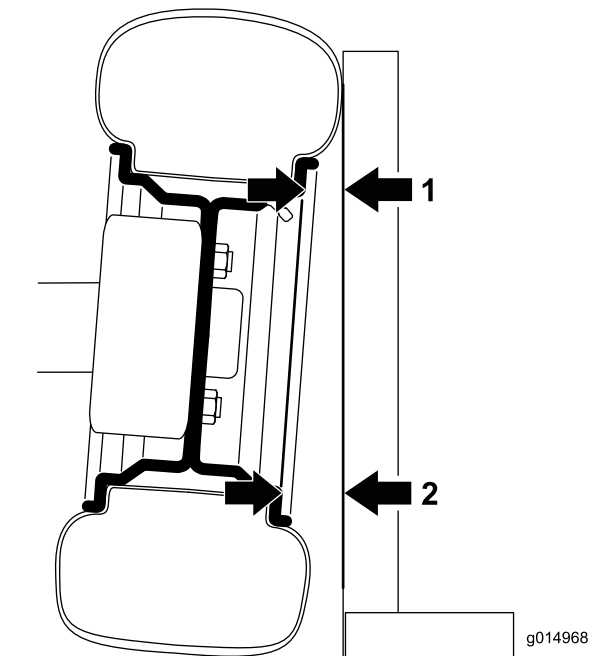

Figure 37
1. Pour vérifier le carrossage, placez une équerre à 90 degrés sur le sol, le bord vertical touchant la face du pneu (Figure 37).
2. Mesurez la distance entre la même partie de la jante sur le haut et le bas du pneu et l'équerre (Figure 37). La distance mesurée en bas doit être supérieure de 2,3 mm à la distance mesurée en haut. Avant le réglage, terminez la mesure sur les deux pneus avant.